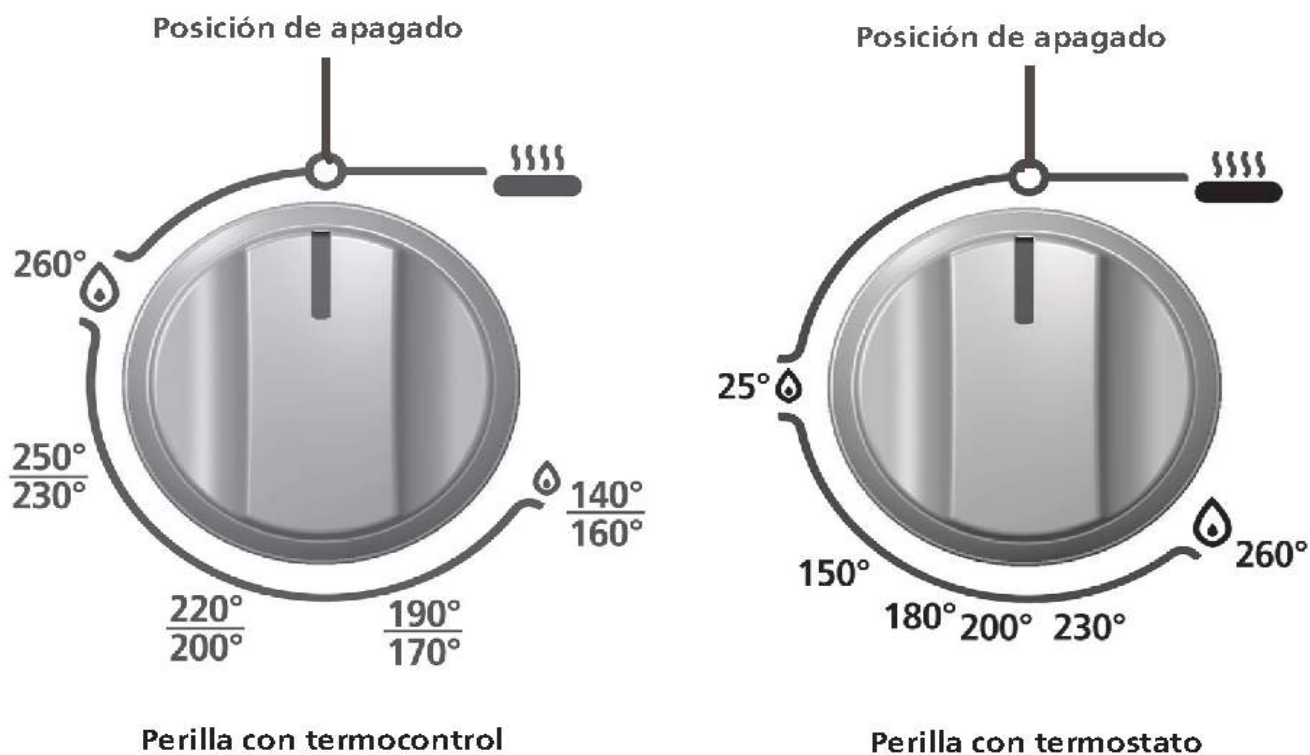

Figura 1
- 1 Verifique que la perilla del horno este en la posición de apagado (ver figura 1).